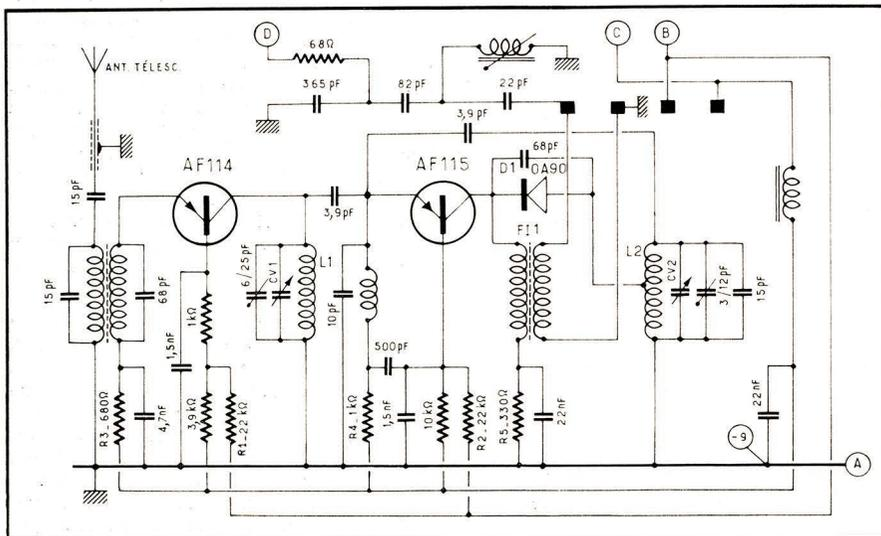

Fig. 1. — Schéma du tuner FM, monté sur une petite plaquette « imprimée », dans le voisinage immédiat du C.V.
Son schéma est celui de la figure 1, de structure à peu près classique, et utilisant deux transistors en montage à base commune. L'accord du bobinage de liaison H.F. (L_1) et celui de l'oscillateur (L_2) se fait par deux condensateurs variables (CV1 et CV2), faisant partie du bloc de C.V. La commutation ne prévoit pas la cou-
Enfin, lorsque le récepteur est commuté en FM, la sortie du tuner s'opère par le premier transformateur F.I. (F11, fig. 1) et de là, par (D), les contacts 7-8 et 10-11, (E) et C_1 (fig. 3), vers la base du transistor AF 116 (T_3), qui, changeur de fréquence en AM, devient amplificateur F.I. en FM.
Lorsque la touche FM est enfoncée (fig. 2), les résistances R_1 et R_2 des diviseurs de tension de bases (fig. 1) se trouvent pra-